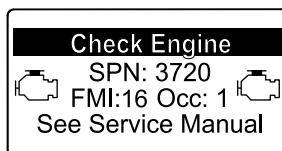

Bild 70
- Motorwarnung SPN 3720, FMI 16 (Bild 70)